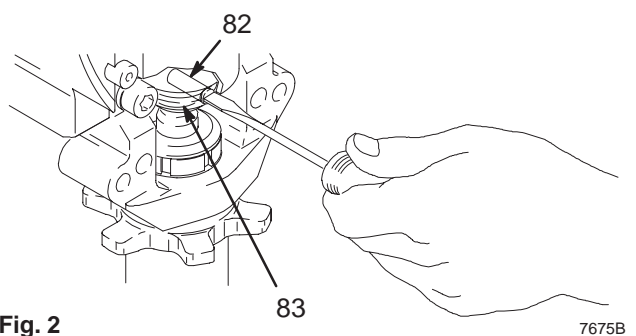

Fig. 2 83 7675B
3. Dévisser le tuyau d'aspiration (27) de la pompe en maintenant une clé sur la vanne d'admission de la pompe (A) pour empêcher la pompe de se desserrer.
4. Débrancher le flexible de sortie pompe (25) du mamelon de sortie du bas de pompe (107).
5. Fig. 2. Utiliser un tournevis pour soulever le ressort d'arrêt (83) en partie supérieure de la pompe. Sortir la goupille (82).